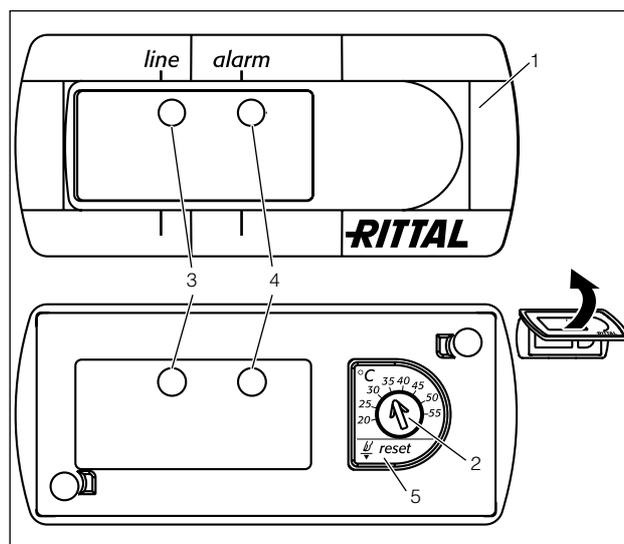

図 14: ベーシックコントローラ
ベーシックコントローラは水冷ヒートエクスチェンジャーの監視と管理を行うものです。緑色または赤色のLED（図 14、No.3 および No.4）が、運転やエラーの状態をお知らせします。
- ポテンシャルメータの防水加工ディスプレイ（17ページの図 14、No.5 参照）を再びスイッチがオンになるまで押し続け、更に 10 秒ほど No.5 のキーを押し続けます（ポテンシャルメータについては 6.1.3 もご覧ください）。
- 温度設定アジャスタで、目的の設定温度をセットします（17 ページ、図 14）。